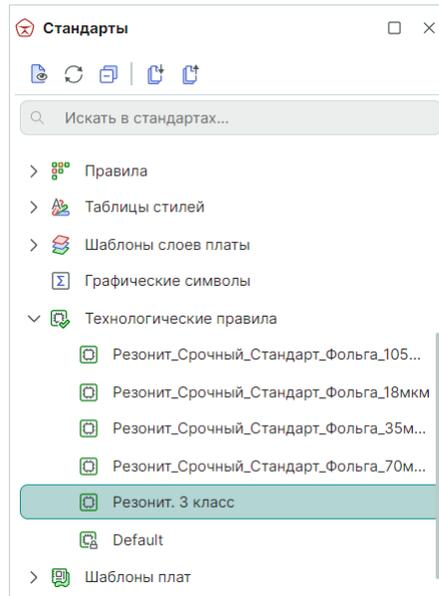

Рис. 554 Отображение созданного шаблона правил
4. По завершении сохраните настроенные параметры с помощью команды «Сохранить» на панели «Общие» или используйте горячие клавиши «Ctrl+S», новый шаблон появится в дереве панели «Стандарты», см. Рис. 554.